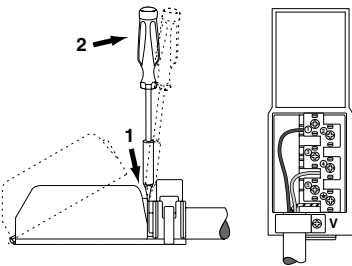

Fig.11
- Afloje el tornillo de la mordaza de terminal de cable "V" y los tornillos de los contactos (fig.11).